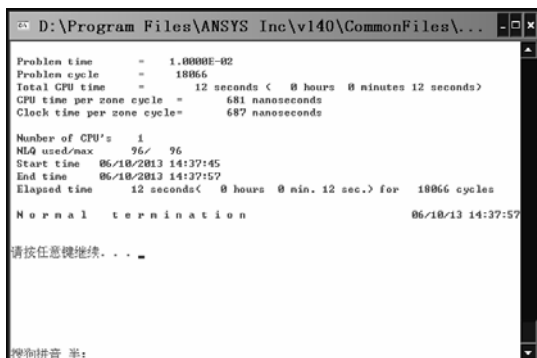

图 1-55 计算结束
(8) 计算完成时，显示计算过程的“D:\Program Files\ANSYS Inc\v140\CommonFiles\...”窗口内出现图 1-55 显示的内容，单击键盘上的任意键可关闭该窗口。